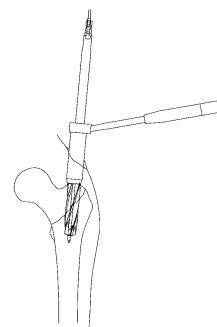

図 4
- 2) ガイドピンスリーブを取り外し、プロキシマルリーマーでリーミングします。（図 4）